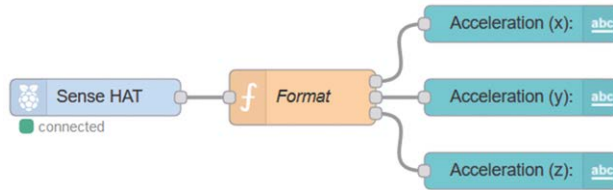
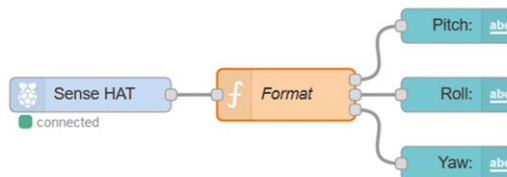
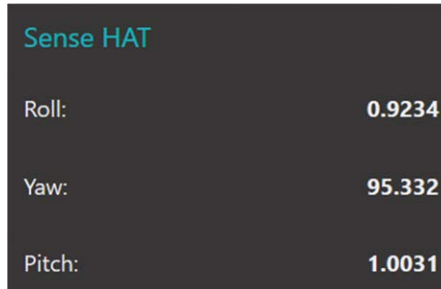

Figure 12.8 Programme de flux du projet
Figure 12.12 Programme de flux du projet
Figure 12.13 Affichage du tangage, du roulement et de la lacet
Programme de flux Node-RED : La figure 12.8 montre le programme de flux qui se compose de 5 nœuds : a **Sense HAT** nœud pour obtenir les variables de mouvement, un **fonction** nœud avec 3 sorties pour extraire l'accélération en 3 dimensions, et 3 tableau de bord **texte** nœuds pour afficher l'accélération dans chaque direction.
Programme de flux Node-RED : Le programme de flux est exactement le même que la figure 12.8, mais le contenu de **fonction** nœ **texte** les nœuds sont modifiés. La figure 12.12 montre le programme de flux.
- Changer le **Étiquettes** de la **texte** Les nœuds comme indiqué dans la figure 12.12. La figure 12.13 montre le tangage, le roulement et le lacet affichés dans le tableau de bord.